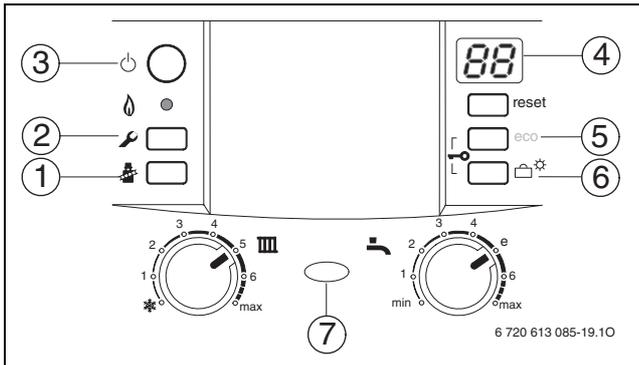

Fig. 42 Panoramica degli elementi operativi
- ▶ Premere più volte il tasto «eco» o il tasto funzione ferie (→ fig. 42) finché non viene visualizzata la funzione di servizio desiderata.
- ▶ Premere contemporaneamente i tasti «eco» e (→ fig. 42) per 3 sec. (durante quest'operazione il display visualizza finché il display non mostra nuovamente cifra.lettera, ad es. 8.A).
- ▶ Premere più volte il tasto «eco» o il tasto funzione ferie (→ fig. 42) finché non viene visualizzato il valore desiderato della funzione di servizio.
- ▶ Tenere premuti contemporaneamente i tasti «eco» e  (→ fig. 42, pagina 37) per 3 sec. (il display visualizza ) finché il display non visualizza una funzione di servizio del primo livello ad es. 1.A.